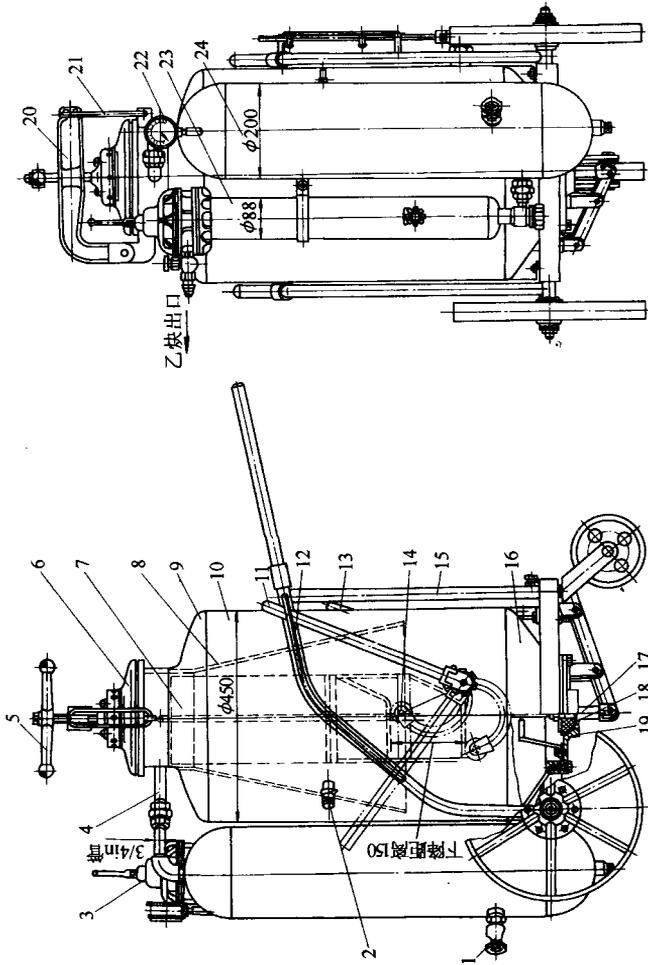
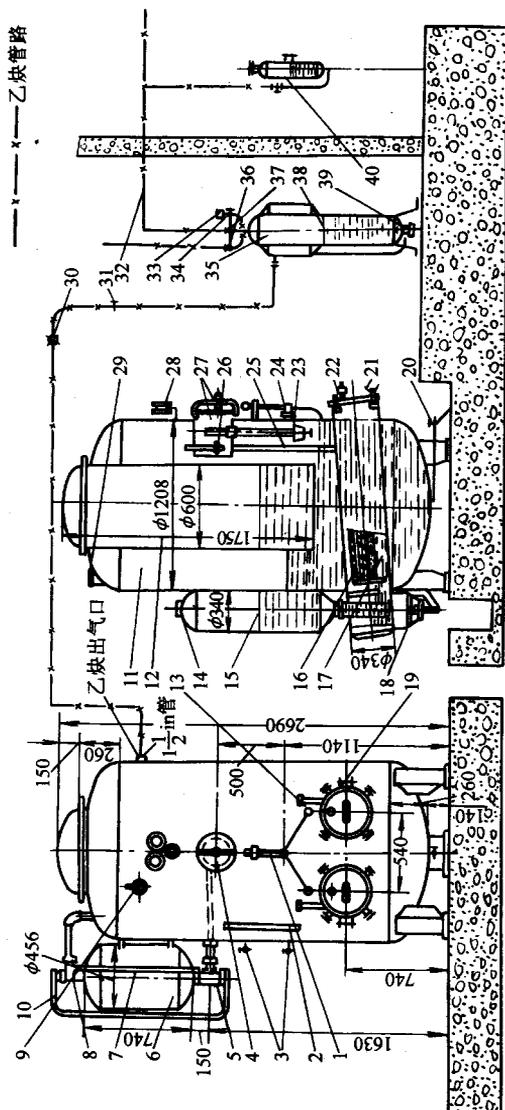

图 1-1
图 1-2
随着瓶装乙炔气使用的普及,乙炔发生器的使用日趋减少,目前仍在使用的乙炔发生器主要有排水式 YJP-1.0-1.0 型(见图 1-1)和联合式 Y_{JP}^{SP}-1.0-0.6 型(见图 1-2)等中压乙炔发生器。
1) 首先打开图 1-1 中的溢水阀 2 和盖 6,然后将清水灌入乙炔发生器(见图 1-3)、贮气筒 24 和回火保险器内,待水从各自的溢水阀流出后,停止灌水,并关闭各溢水阀。
1) 乙炔发生器使用前, 应先从图 1-2 中的加水斗 33 灌注清